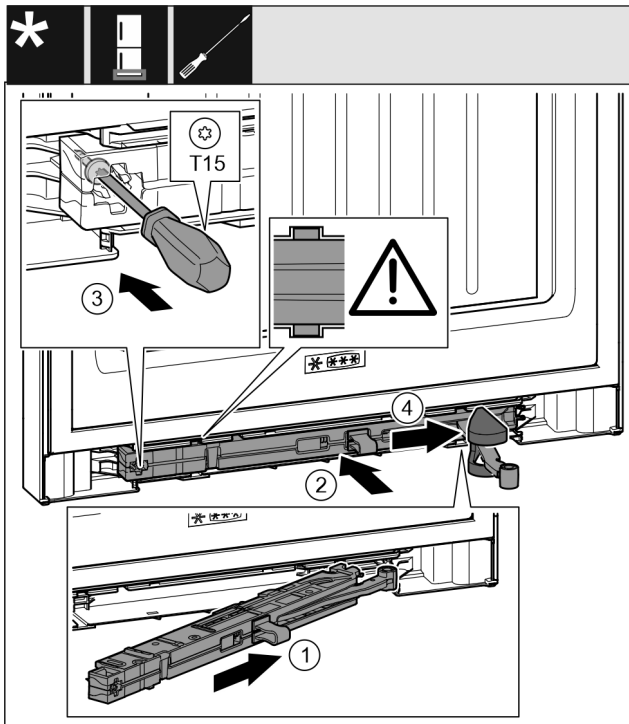

Fig. 37
- ▶ Sluitdemperunit aan de lagerbokzijde tot aan de aanslag schuin in de uitsparing schuiven. Fig. 37 (1)
- ▶ Sluitdemperunit volledig in de uitsparing schuiven. Fig. 37 (2)
- ▶ Schroef met een schroevendraaier T15 vastschroeven. Fig. 37 (3)
- ▶ Afdekking over scharnier schuiven. Fig. 37 (4)